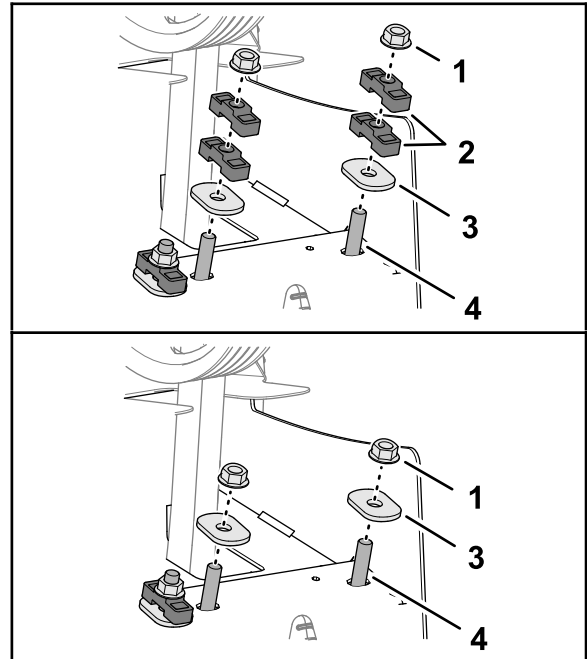

Figure 123
- Fixez l'arbre de l'amortisseur et les entretoises sur le cadre arrière à l'aide des rondelles ovales trempées et des contre-écrous (Figure 123).